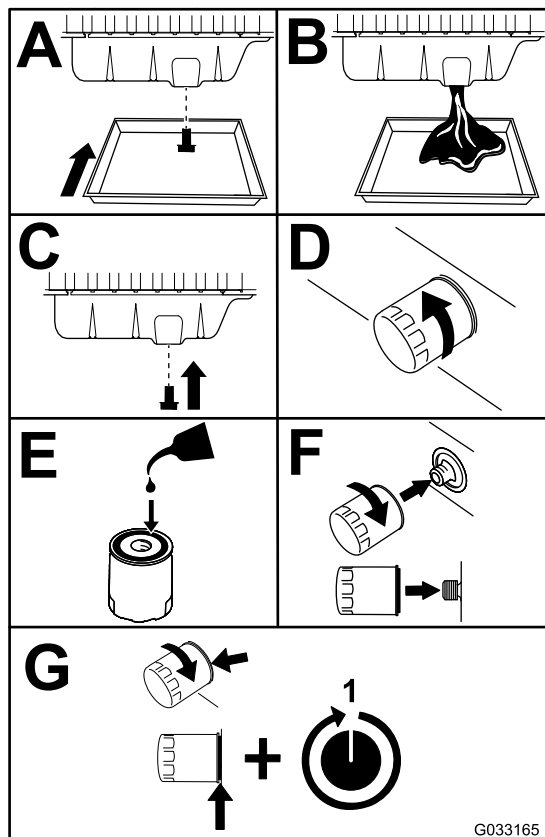

Figura 73
3. Substitua o filtro e o óleo do motor (Figura 73).